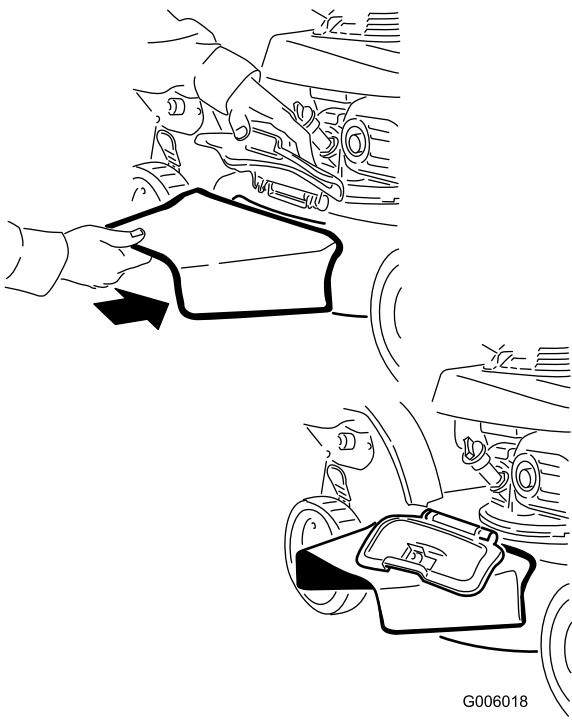

Bild 34
- Setzen Sie den Seitauswurfskanal ein und schließen Sie die Klappe auf dem Auswurfskanal (Bild 34).